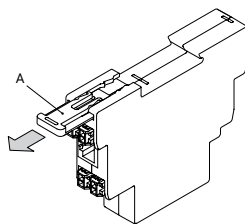

Fig. 2
Retire el soporte de montaje (A) del Shelly Pro 3 EM. como se muestra en la imagen 2.
Remova o suporte de montagem (A) do Shelly Pro 3 EM. como mostrado na Fig. 2.